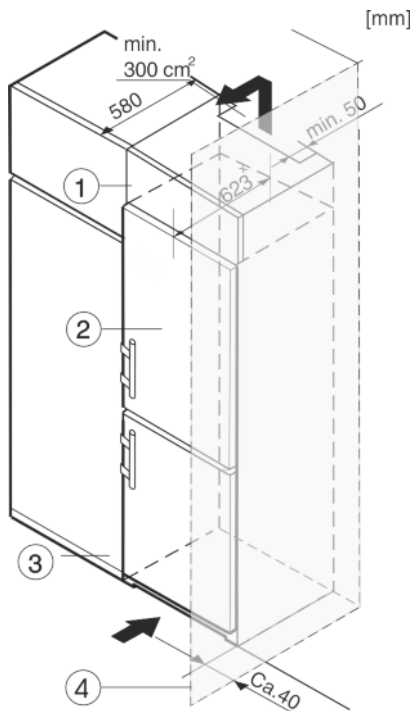

Fig. 12
Das Gerät kann mit der Kücheneinrichtung umbaut werden. Um das Gerät Fig. 12 (2) der Küchenzeilenhöhe anzugleichen, kann über dem Gerät ein entsprechender Aufsatzschrank Fig. 12 (1) angebracht werden.
Beim Umbau mit Küchenschränken kann das Gerät direkt neben dem Küchenschrank Fig. 12 (3) aufgestellt werden. Um die Türe vollständig öffnen zu können, muss das Gerät mindestens 65 mm\* gegenüber der Küchenschrankfront vorstehen. Abhängig von der Tiefe der Küchenschränke und Verwendung von Wandabstandshaltern kann das Gerät weiter herausragen.
Wenn das Gerät mit den Scharnieren neben einer Wand Fig. 12 (4) aufgestellt wird, muss der Abstand zwischen Gerät und Wand mindestens 40 mm betragen. Dies entspricht dem Griffüberstand bei geöffneter Tür.